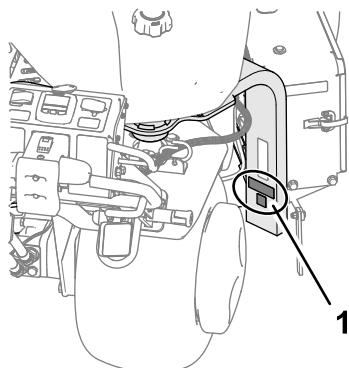

**Figura 19**
2. Pulite lo stelo della forcella con dell'alcool come mostrato nella Figura 19 e lasciate asciugare la superficie.
3. Applicate l'adesivo CE e l'adesivo dell'anno di produzione allo stelo della forcella (Figura 19).